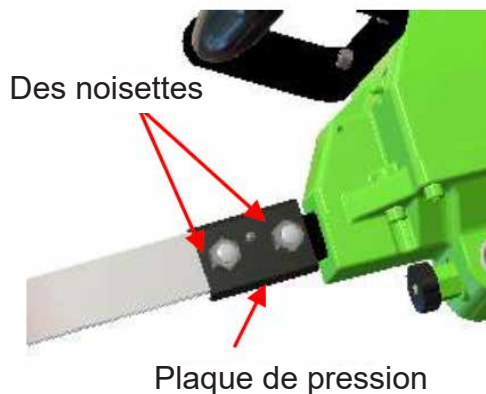

Fig.3
Retirez le capuchon de fermeture du raccord d'air 3 (voir fig. 3). Branchez le tuyau pneumatique (non compris dans la livraison).
- Équipez la scie de la lame de scie appropriée. Pour ce faire, desserrez les écrous (voir fig. 3), retirez la plaque de pression et montez la lame de scie. Montez la plaque de pression et fixez-la à la lame de scie en serrant les écrous.